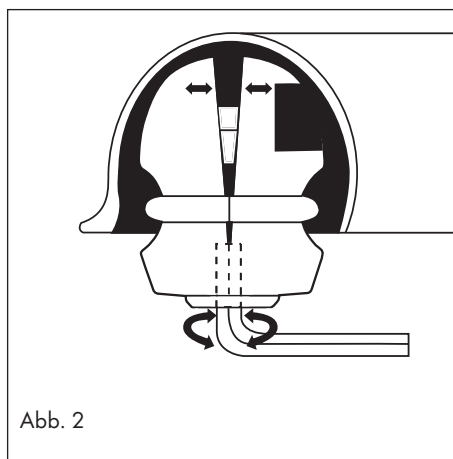

Abb. 2
5. Drehen Sie den Innensechskantschlüssel gegen den Uhrzeigersinn solange, bis die Anhängerdiebstahlsicherung fest in der Kupplung sitzt (siehe Abb. 2).
3. Drehen Sie den Innensechskantschlüssel im Uhrzeigersinn solange, bis die Anhängerdiebstahlsicherung sich aus der Kupplung lösen lässt (siehe Abb. 2).